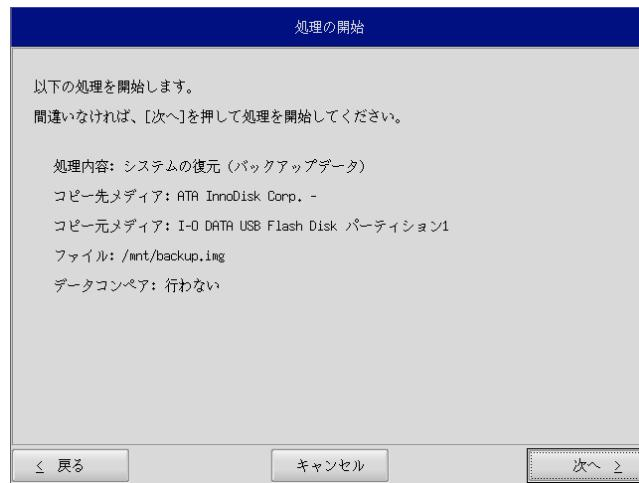

図5-2-7. 確認画面
- ⑪ 確認画面(図5-2-7)が表示されます。メディア、パーティション、バックアップファイルを確認します。[次へ]ボタンを押します。